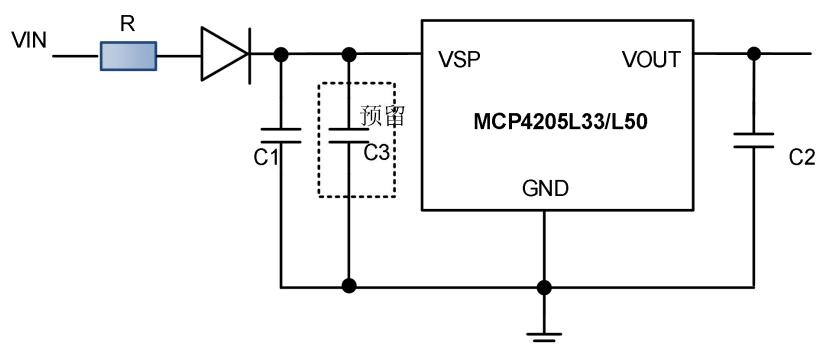

图 6-1 MCP4205L33/L50 应用电路
- 2) 图 6-1 给出了一种典型应用电路。为了确保控制环稳定，MCP4205 输出端需要一个容值至少 1 $\mu$ F、ESR 最大 4R 的输出电容,其中钽电容和多层陶瓷电容都合适。
- 4) 为了缓冲电源线影响，可在图 6-1 所示的应用电路中的输入端增加了一个 470 $\mu$ F 的电解电容 C3。特别是器件由几米长的电源线供电，则推荐增加该电容。